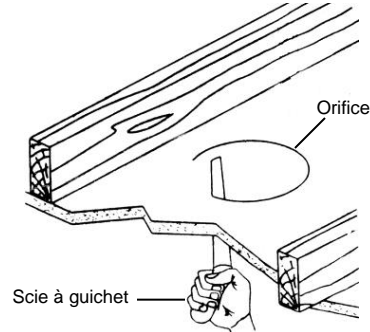

Fig. 2
1. Découpez un orifice de 10,8 cm (4 ¼ in.) dans la cloison du plafond à l'emplacement désiré. Utilisez le gabarit fourni pour tracer un cercle au plafond. (Fig. 2)